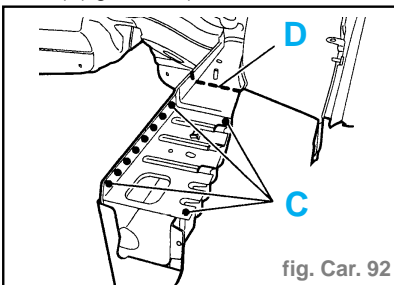

fig. Car. 92
- Poser la semelle centrale de brancard partielle (suivant **C**) (avec l'équipement : **AB1**) (fig. Car. 92).